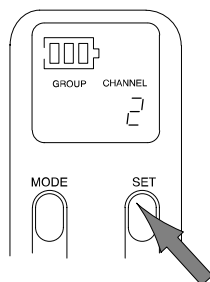

FIGURE 27
- Appuyer sur le bouton «SET» pour avancer au numéro de canal souhaité, comme illustré à la figure 27.